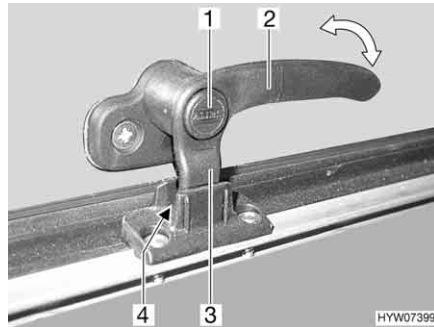
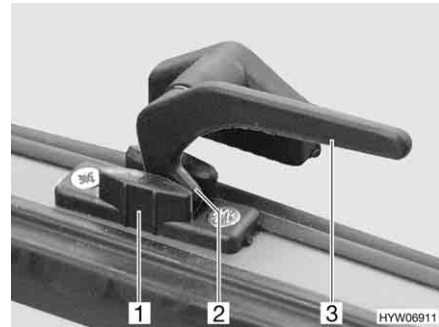

Bild 76 Låsarm med låsknapp i läget "kontinuerlig vädring"
Bild 77 Låsarm i läget "kontinuerlig vädring"
- I läget "kontinuerlig vädring" (Bild 76 och Bild 77)
- Tryck på låsknappen (Bild 76,1) om sådan finns och håll den nedtryckt.
- Vrid alla låsarmar (Bild 76,2 eller Bild 77,3) ett kvarts varv mot luckans mitt.
- Vrid tillbaka alla låsarmar. Därvid måste låsspaken (Bild 76,3 eller Bild 77,2) föras in i spåret på lucklåset (Bild 76,4 eller Bild 77,1).